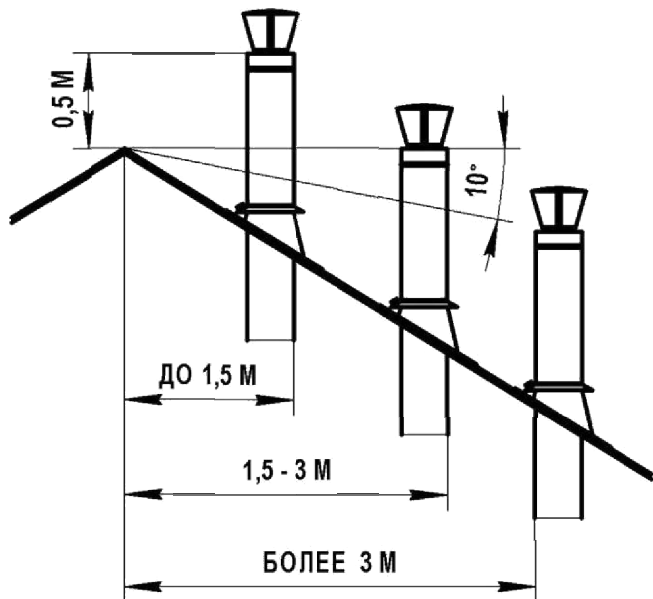

Рисунок 8. Расположение дымохода над крышей
- не ниже линии, проведенной от конька вниз под углом 10° к горизонту при расположении дымовой трубы от конька на расстоянии более 3,0 м (Рис. 8).